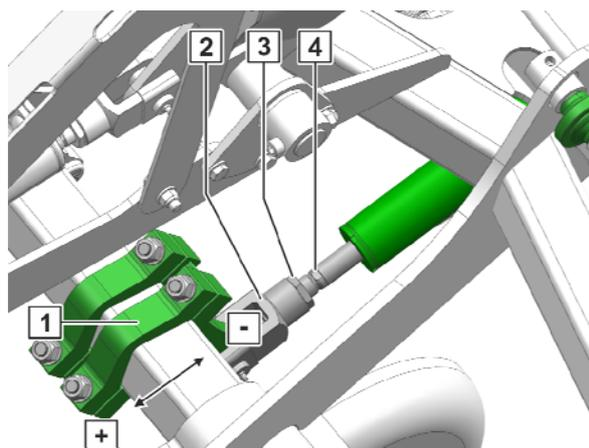

Fig. 184
1. Kontormutter (Fig. 184/3) lösen.
2. Kolbenstange (Fig. 184/4) drehen, bis der Schardruckhebel (Fig. 184/1) die gewünschte Position erreicht hat.
3. Kontormutter gegen die Gabel (Fig. 184/2) anziehen.
2. Kolbenstange (Fig. 184/2) drehen, bis der Schardruckhebel (Fig. 184/1) die gewünschte Position erreicht hat.
3. Kontormutter gegen die Gabel (Fig. 184/4) anziehen.